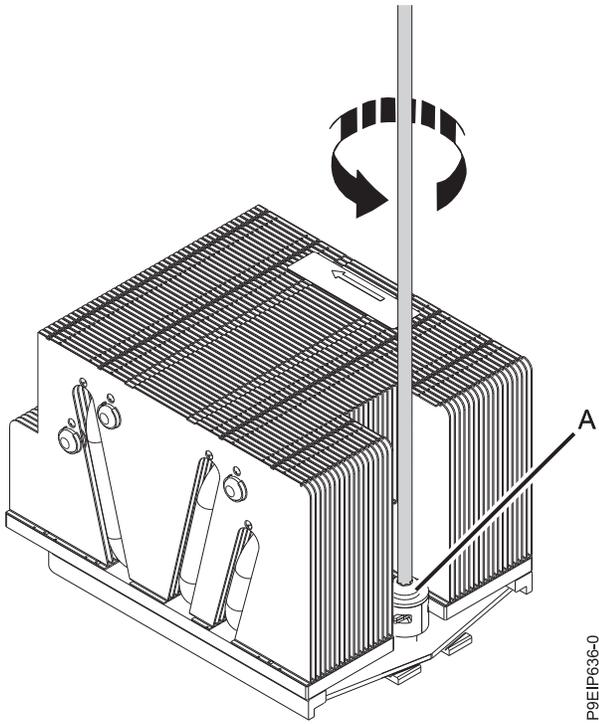

図 84. ヒート・シンクのロード・アームねじを緩める
4. #3 Phillips ドライバーを使用して、取り外すシステム・プロセッサ・ヒート・シンクのロード・アームねじ (A)を緩めます ( 80 ページの図 84 を参照)。